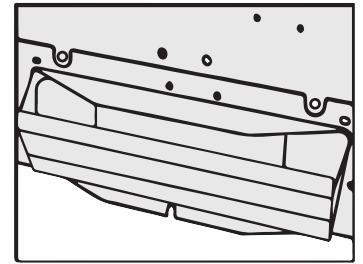

Figure 5
- À l'aide des vis fournies, fixez la ventilation/amortisseur rectangulaire sur le dessus ou à l'arrière de la hotte. (Voir Figure 5)